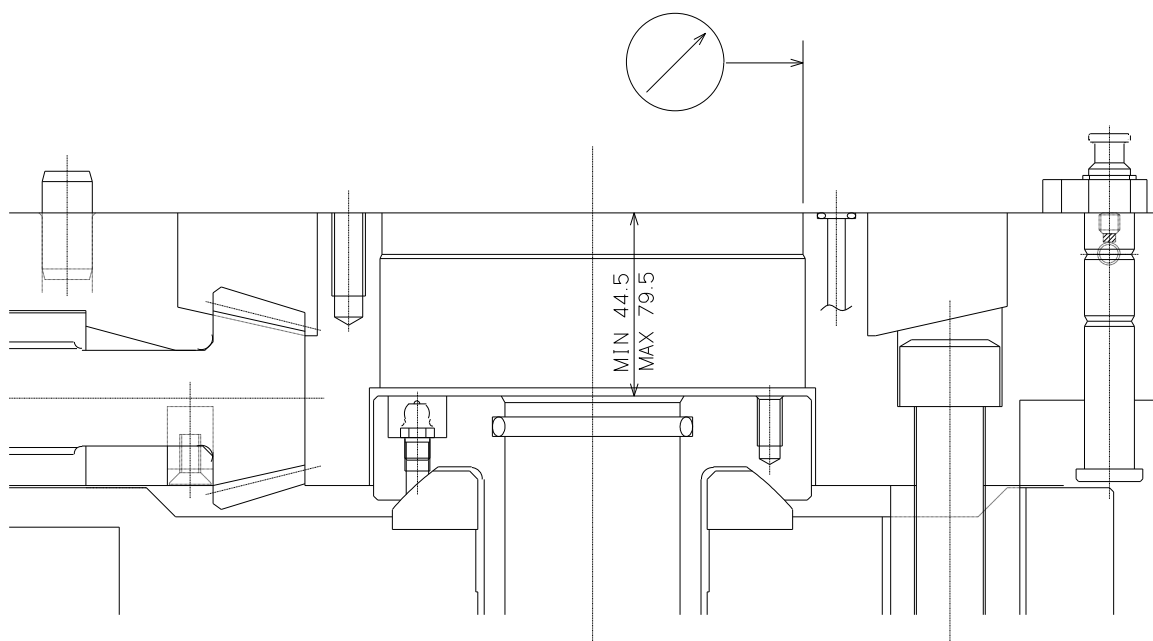

图 10
- ① 作業前に必ず機械の主電源を切ってください。また、ピストンは前進端にて作業を行います。
- ② ダイヤフラムプレート ASSY を【A】ボデーと【B】リアボデーで挟み込み、【02】六角穴付ボルトで仮縫いします。
- ③ 【05】六角穴付ボルトで【D】プランジャに【Z】連結用ハンドルを取り付けます。
- ④ 【Z】連結用ハンドルを回して、【D】プランジャをドローパイプに締めこみます。
- ⑤ 【01】六角穴付ボルトでチャックを仮縫いします。図 10 のように径振れ 0.02mm T.I.R. 以下となるように調整し、【01】と【02】の六角穴付ボルトを規定トルクで締め付けます。
- ⑥ 【Z】連結用ハンドルを用いて、図 10 のように【D】プランジャの位置を調整します。なお、プランジャにはクリックストップ(回り止め装置)がついていますので、この手応えのあった位置で調整完了するようにしてください。その後、チャックをフルストロークさせて規定のストローク量が得られていることを確認してください。
- ⑦ 【N】センタギヤと心出し治具を取り付け、心出し治具の心振れを調整してください。
- ⑧ レバー、バランスピンを取り付けます。
- ⑨ 組立後、グリースを給油します。(P-24 参照)